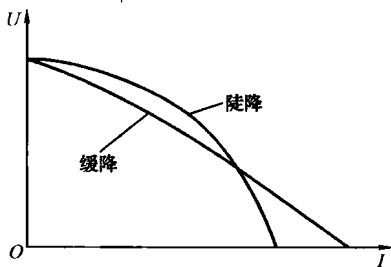

图 1-2 焊机的下降外特性曲线
(1) 焊条电弧焊机的输出电流与电压的关系（通常称为外特性）为：随着焊机输出电流增大，焊机的输出电压逐渐下降，焊机的下降外特性曲线如图 1-2 所示。这样形状的外特性称为下降（陡降或缓降）外特性。